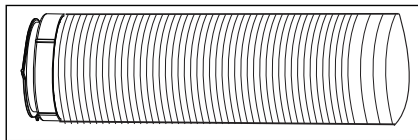

Fig. 7
4. Allungare l'altra estremità del tubo flessibile e avvitarla all'adattatore B (fig. 7).